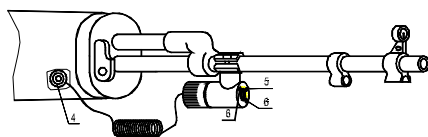

Рис.2. Установка ЛЦУ на карабин Вепрь
6.2. Установка ЛЦУ на охотничьи нарезные карабины типа «Вепрь» (рис. 2)